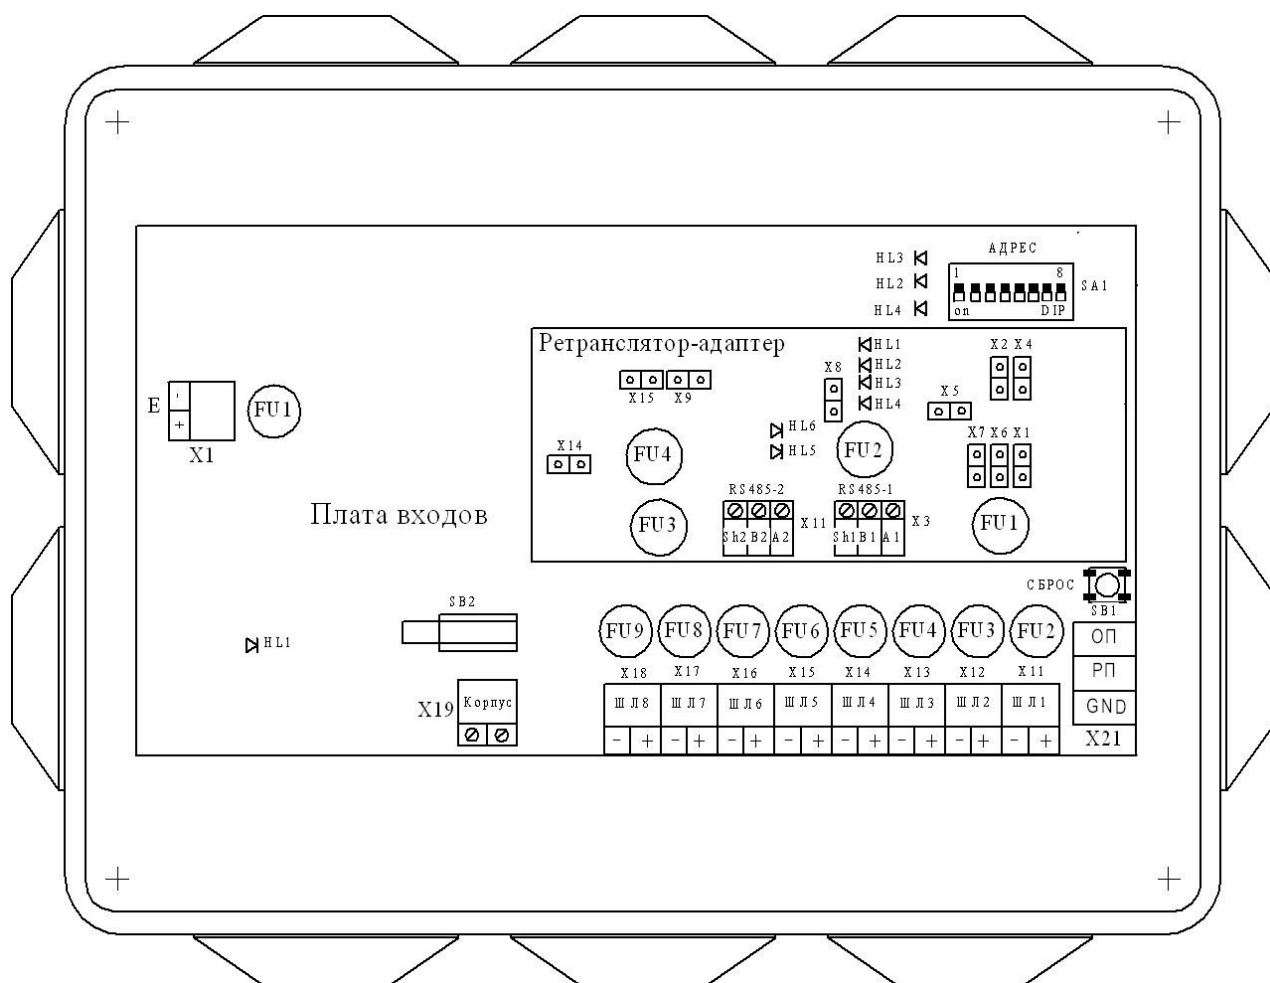

Рисунок 3.3
2.14 АМ(в) является адресуемым прибором. В модуле предусмотрена механическая установка адреса с помощью 8-разрядного DIP-переключателя «Адрес» (SA1) на плате входов (см. рисунок 3.3).